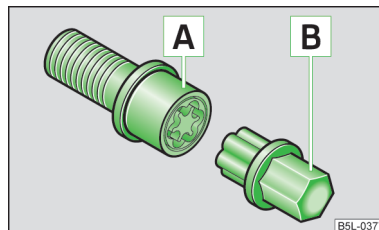

Fig. 144
- Insérez à fond l'adaptateur B » fig. 144 sur son côté denté jusqu'en butée dans la denture intérieure du boulon antivol A de telle façon qu'il dépasse encore du six-pans extérieur.